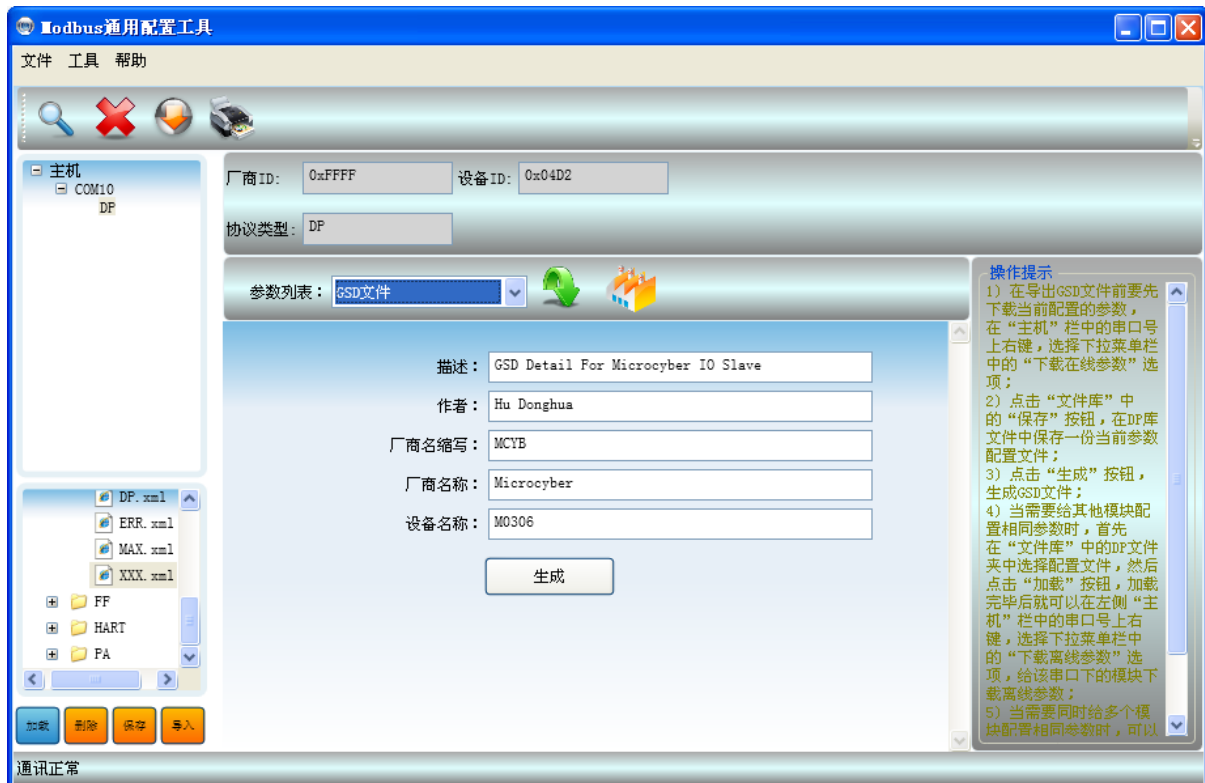

图 4.28 生成 GSD 文件
- 1) 选择“参数列表”中的“GSD 文件”选项，进入 GSD 文件操作界面，如下图 4.28 所示：